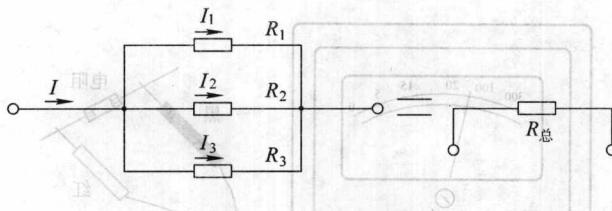

图 1—10 电阻的并联
(2) 将两个或两个以上电阻接在电路中相同的两点之间，每个电阻承受的电压相同，这样的连接方式叫做电阻的并联。如图 1—10 所示为 3 个电阻的并联。